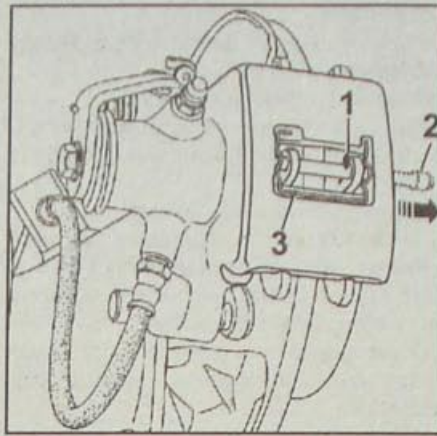

Рис. 12.13. Элементы фиксации задних тормозных колодок:
- Снимите штифт (1, рис. 12.13) крепления фиксирующего пальца тормозных колодок.
- Бородком с тонким цилиндрическим концом выбейте фиксирующий палец (2) тормозных колодок по направлению от внутренней к внешней стороне автомобиля.